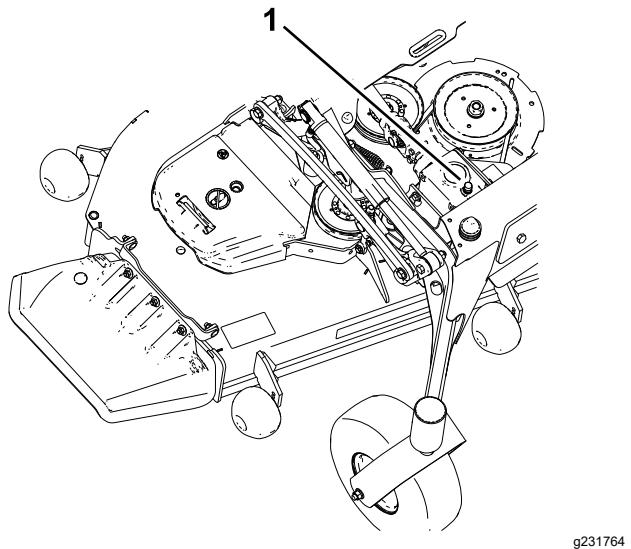

Figure 51
5. Retirez le bouchon de remplissage-jauge au sommet du boîtier d'engrenages et vérifiez que le niveau de lubrifiant se situe entre les repères sur la jauge (Figure 51)